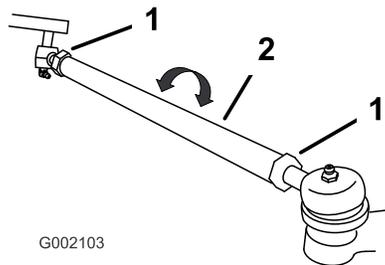

Figura 16
2. Si la medida no está dentro del intervalo especificado (consulte las dimensiones y los parámetros que figuran al principio de este procedimiento), afloje las contratuercas en ambos extremos de las bielas (Figura 16).